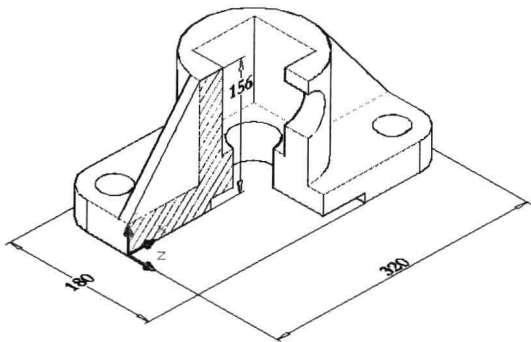

图 9-6-17
(27) 在新建的坐标系 XY 平面上绘制直线，画分肋板和底板、凸台的剖切轮廓线。因为剖切平面通过机件的肋或薄壁等结构的纵向对称平面时，规定这些结构不画剖面线，而用粗实线将它与相邻部分分开。
(28) 单击“常用”选项卡，单击“绘图”面板名称，展开面板，单击“图案填充”按钮 ，打开“图案填充和渐变色”对话框，选择图案名称为“ANSI31”，比例设为 2。
(29) 单击“添加：拾取点”按钮 ，选中需要填充的区域，按 Enter 键结束选择，单击“确定”按钮，填充效果如图 9-6-17 所示。